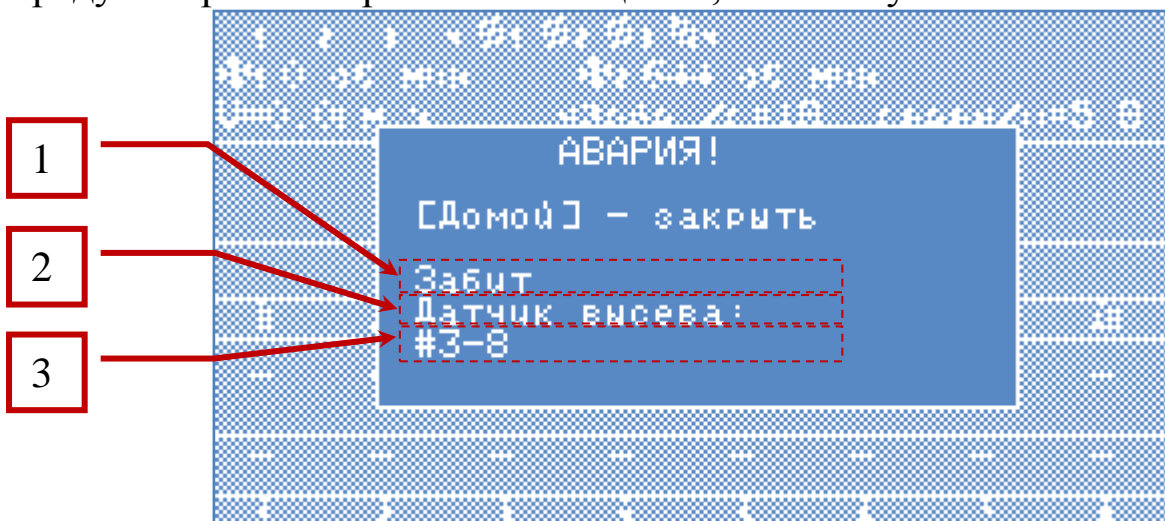

Рисунок 7 Аварийное сообщение
- Окна аварийных сообщений, см. «Рисунок 7».
Для информирования пользователя о событиях в системе, предусмотрены аварийные сообщения, см. «Рисунок 7».